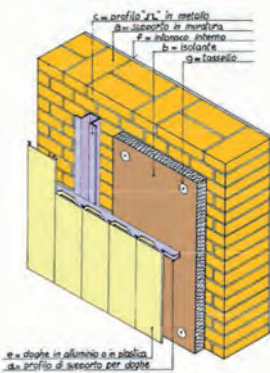

Figura 1.
- **il cappotto con pareti ventilate:** è un sistema di coibentazione dall'esterno. Dal punto di vista tecnico, il sistema si compone di tre strati tecnici interconnessi (Figura 1): uno strato isolante applicato alla parete perimetrale, normalmente costituito da pannelli semirigidi incollati al paramento murario e fissati con tasselli; un'intercapedine ventilata, di 2-4 cm, (all'interno di una struttura che ha la funzione di "portare" il rivestimento esterno), aperta alla base e alla sommità della facciata, che permette la ventilazione dell'isolante, disperdendo il vapor acqueo proveniente dall'interno dei locali; un rivestimento esterno, costituito da diversi materiali quali lastre di vario tipo, doghe, lamiere lavorate, intonaco armato, materiali lapidei o cementizi, che deve proteggere efficacemente l'isolante dagli agenti atmosferici. I vantaggi che si ottengono sono simili a quelli forniti dal cappotto esterno: correzione dei ponti termici e riduzione degli effetti indotti nelle strutture e nei paramenti murari dalle variazioni rapide o notevoli della temperatura esterna. Il sistema consente di mantenere le pareti d'ambito a temperatura più elevata, evitando fenomeni di condensa e aumentando il confort abitativo. Inoltre, dal momento che si interviene dall'esterno, sono anche evitati disagi agli occupanti le abitazioni in cui è richiesto l'intervento.